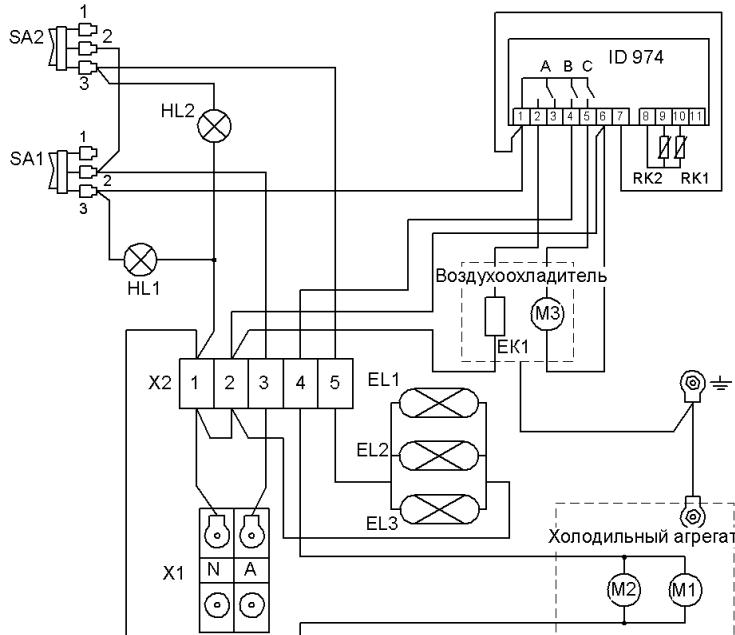

Рис. 4
- подключить провода электросети к зажимам клеммного блока (Х1, см. рис. 4), в соответствии с маркировкой (А – фазный провод, Н – нейтральный провод);